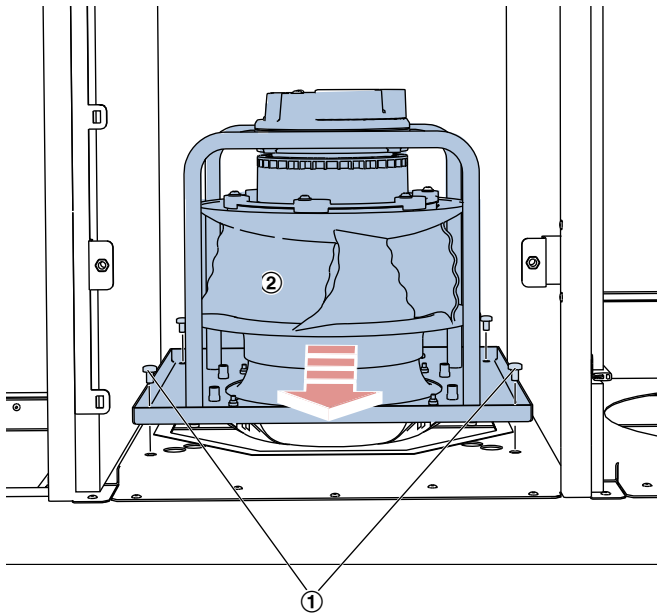

Abb. 14: Zuluft-Ventilator
8. ▶ Anschlussleitung vom Zuluft-Ventilator am Stecker trennen. Die vier Schrauben (Abb. 14 /1) lösen und Ventilator (Abb. 14 /2) herausnehmen.